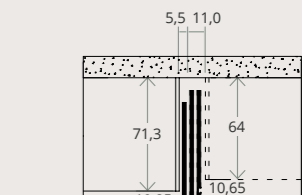

FIG. 4
- Il lato con meccanismo rientrante NON può essere affiancato ad un altro lato con meccanismo di apertura ante Pieghevole Rientrante (Fig. 4).
- The side with the retractable mechanism can NOT be placed side-by-side with another side with a Retractable Folding door opening mechanism (Fig. 4).
- Le côté avec mécanisme rentrant NE PEUT PAS être accosté à un autre côté avec mécanisme d'ouverture des portes Pliant Rentrant (Fig. 4).
- Die Seite mit dem zurückversetzten Mechanismus darf NICHT neben einer anderen Seite mit einem Öffnungsmechanismus für eintretende Fallfronten installiert werden (Abb. 4).
- El lado con mecanismo escamoteable PUEDA apoyarse contra otro lado con mecanismo de apertura puertas Plegable Escamoteable (Fig. 4).
- Сторона с задвигающим механизмом НЕ может быть установлена рядом с другой стороной с механизмом открывания складных задвигающихся створок (Рис. 4).
- 带伸缩机制的一边不可与带伸缩折叠门打开机制的另一边紧靠安装(图4)。